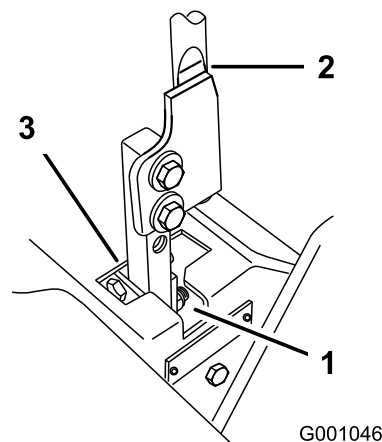

Figure 74
5. Placez le levier au point mort, sans le verrouiller (Figure 74).
6. Tirez-le ensuite en arrière jusqu'à ce que l'axe de chape (situé sur le bras au-dessous de l'axe de pivot) touche l'extrémité de la fente (c.-à-d. commence juste à appuyer sur le ressort) (Figure 74).
7. Vérifiez la position du levier par rapport au cran de la console (Figure 74). Il doit être centré de façon à pouvoir pivoter vers l'extérieur jusqu'à la position de verrouillage du point mort.